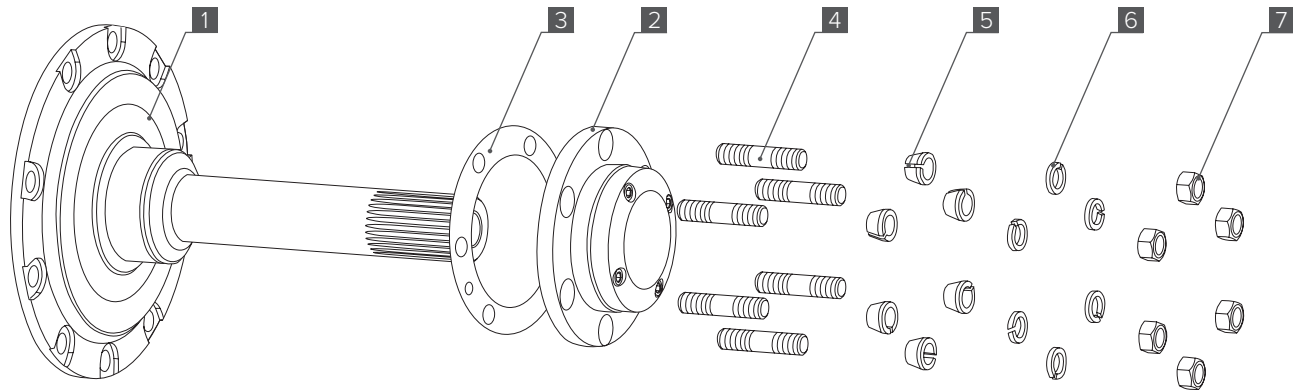

Рис. 1
Элементы бортового вала редукторного моста УАЗ (Рис. 1):
7. Установите втулки разжимные [5], шайбы пружинные [6] и накрутите гайки [7] (Рис. 1).